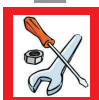

Fig. 1
1. Togliere l'alimentazione elettrica, agendo sull'interruttore generale e sfilando la spina dalla presa. 2. Togliere le viti di fissaggio della griglia laterale sinistra e rimuoverla. 3. Con un pennello eliminare lo strato di pulviscolo dalle alette del condensatore. 4. Con l'aspirapolvere togliere la polvere residua. 5. Rimontare la griglia e ripristinare l'alimentazione elettrica (vedi fig.1).
1. Switch off the appliance by turning off the power switch and pulling the plug out of the socket. 2. Loosen the screws attaching the left side grille and then remove the grille itself. 3. Use a paintbrush to remove the dust from the condenser's fins. 4. Use a vacuum cleaner to remove any remaining dust. 5. Replace the grille and switch on the electricity supply (see figure 1).
1. Schalten Sie den Strom ab, indem Sie den Hauptschalter betätigen und den Stecker aus der Steckdose ziehen. 2. Befestigungsschrauben des linksseitigen Gitters lösen und dieses abnehmen. 3. Mit einem Pinsel den Staub von den Lamellen des Kondensators entfernen. 4. Mit einem Staubsauger den restlichen Staub beseitigen. 5. Gitter wieder einbauen und die Stromversorgung wieder herstellen (siehe Abb. 1).
1. Sluit de elektriciteit af door op de algemene schakelaar te drukken en vervolgens de stekker uit het stopcontact te halen. 2. Neem het rooster aan de linkerkant weg, na de schroeven te hebben verwijderd. 3. Verwijder met een kwastje het stoflaagje op de koelribben van de koelinstallatie. 4. Zuig het overige stof met een stofzuiger weg. 5. Plaats het rooster terug en schakel de elektriciteit weer in (zie fig. 1).
1. Desligue a alimentação eléctrica, actuando no interruptor geral e extraindo a ficha da tomada. 2. Tire os parafusos de fixação da grelha lateral esquerda e remova-a. 3. Com um pincel elimine a camada de poeira das aletas do condensador. 4. Com o aspirador de pó, elimine os resíduos de pó. 5. Volte a montar a grelha e ligue novamente a alimentação eléctrica (ver a fig. 1).
1. Afbryd for strømmen ved at slukke for hovedafbryderen og trække stikket ud af stikkontakten. 2. Afmonter skruerne der holder den venstre rist fast og fjern risten. 3. Fjern støvlaget fra kondensatorens vinger med en pensel. 4. Benyt en støvsuger for at fjerne det overskydende støv. 5. Montér risten igen og tænd for strømmen (Jvf. fig. 1).
1. Schakel de elektrische voeding uit middels de hoofdschakelaar en haal de stekker uit het stopcontact. 2. De beschermingsrooster aan de linkerkant wegnemen, nadat de schroeven zijn weggehaald. 3. Verwijder met een kwastje het stoflaagje op de ribben van de koelinstallatie. 4. Verwijder met een stofzuiger het overige stof tussen de ribben. 5. De rooster weer terug monteren en de stroomtoevoer herstellen (zie fig. 1).